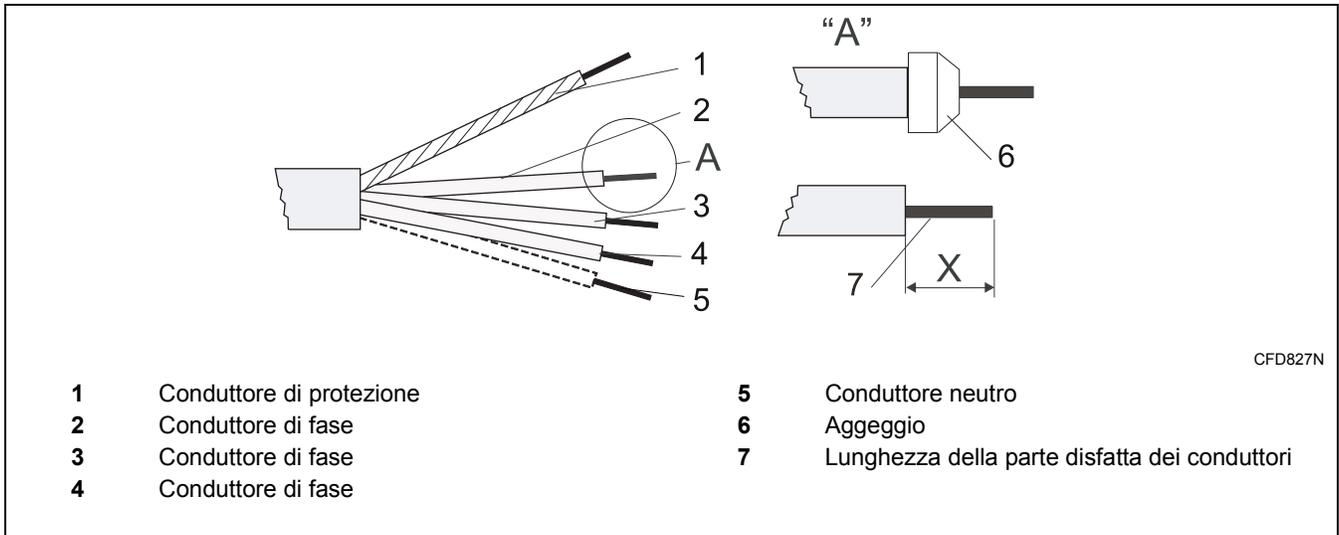
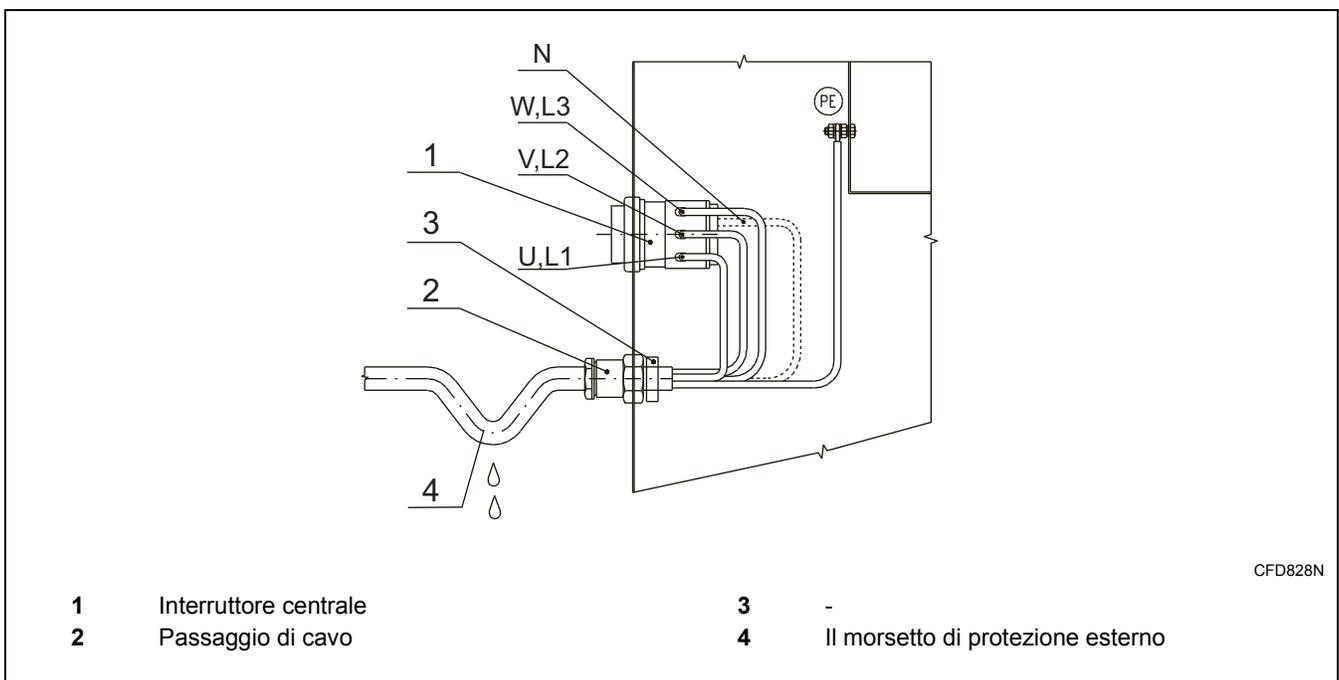

Figura 6
Figura 7
2. Secondo il *Figura 6*, togliete l'isolamento dai singoli fili.
4. Per la parte finale del filo senza isolamento dovete usare tubetto isolato (6) per L1/U, (L2/V), (L3/W), (N). Assicuratevi che non potrà verificarsi un contatto casuale, perché il cavo di alimentazione sarebbe sotto tensione anche se l'interruttore principale sarebbe spento.
6. Collegate i cavi conduttori del cavo di alimentazione alle parti finali (interruttore principale (1)) segnalato L1/U, (L2/V), (L3/W), (N), e alla graffa (la vite di rame) segnalate PE, vedi *Figura 7*.
7. Effettuate la freccia del cavo prima di entrare nel passante di cavo. In questo modo si assicura che non potrà entrarci dentro l'acqua che condensa sul filo dentro la macchina, *Figura 7*.